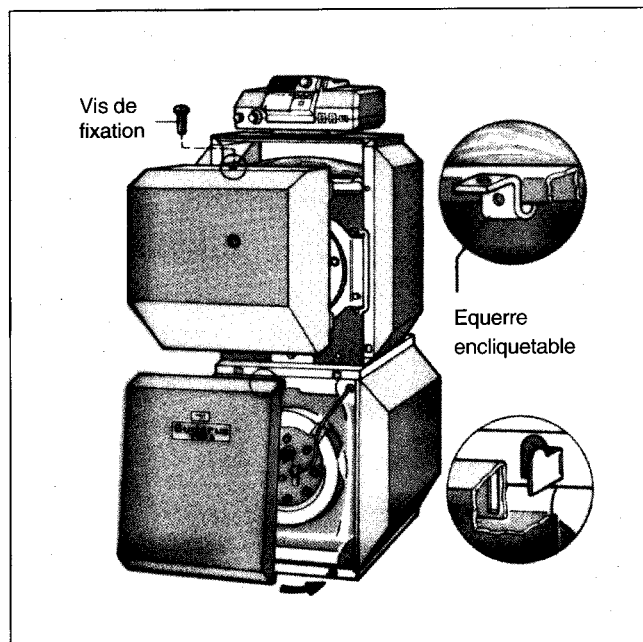

Fig. 7
- Monter le capot du brûleur, le panneau de façade de la chaudière et le panneau de façade du préparateur (fig. 7).
- Fixer le capot du brûleur à l'aide de la vis de fixation (fig. 7).
- Accrocher les deux fentes du haut du panneau de façade du préparateur dans les crochets du corps du préparateur (fig. 7).
- Enclencher les clips du bas du panneau de façade du préparateur dans les ergots du corps du préparateur (fig. 7).